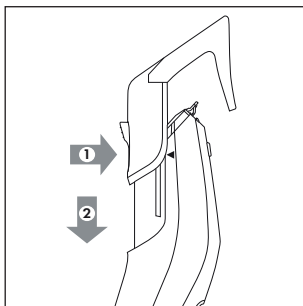

Fig. 2
- ♦ Para montar uno de los accesorios con peine **10/11**, presiónelo contra el aparato debajo del cabezal de corte **1**. Para ello, tenga en cuenta los carriles guía **3** laterales situados a izquierda y derecha. Deslice el accesorio con peine **10/11** a lo largo de los carriles guía **3** hacia abajo (consulte la fig. 2). Para ello, mantenga pulsado el botón de la parte trasera del accesorio con peine **10/11**.